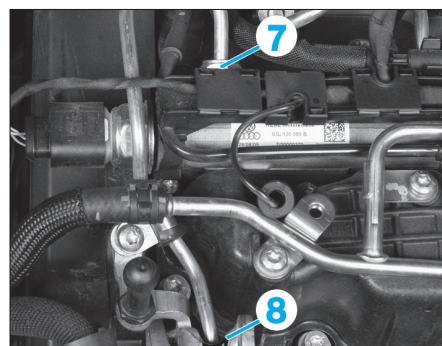

FIG. 66
- les fixations (7) et (8) de la canalisation entre la pompe haute pression de carburant et la rampe commune (Fig.66).